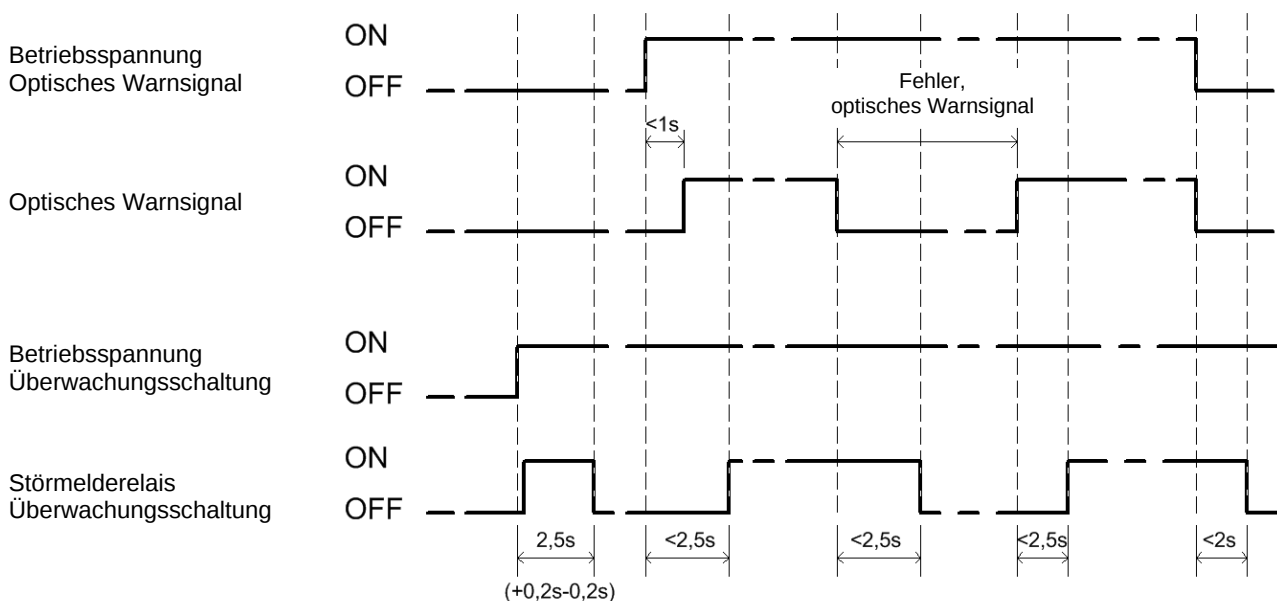

Abbildung 5 – Reaktionszeiten des Störmelderelais
Das erforderliche Steuer- und Leitsystem muss in der Lage sein, eine Fehleranalyse anhand des Störmeldeausgangs in Verbindung mit dem Betriebszustand der Blitzleuchte und der Überwachungsschaltung durchzuführen. Folgende Abhängigkeiten zwischen Betriebszustand und Störmeldeausgang sind dabei möglich. Bitte beachten Sie auch die möglichen Schaltzustände wie sie in der Abbildung 5 – Reaktionszeiten des Störmelderelais dargestellt sind.
- a) Ein Einschalten der Versorgungsspannung der Warnleuchte bei gleichzeitiger bestehender Versorgung der Überwachungsschaltung hat im fehlerfreien Zustand einen Wechsel der Relaiskontakte S1 und S2 zur Folge. Erfolgt der Wechsel nicht, so ist ein Fehler in der Warnleuchte, in der Überwachungsschaltung oder den Anschlussleitungen aufgetreten, siehe hierzu auch die zeitlichen Abhängigkeiten in Abbildung 5 – Reaktionszeiten des Störmelderelais. Dieses trifft ebenfalls auf das Ausschalten der Versorgungsspannungen der Warnleuchte und der Überwachungsschaltung zu.
Beide Teilsysteme, die Warnleuchte und die Überwachungsschaltung, haben getrennte Versorgungsanschlüsse. Damit ist eine Überprüfung der Funktion möglich und kann wie folgt ausgeführt werden (zeitliche Abhängigkeiten siehe Abbildung 5 – Reaktionszeiten des Störmelderelais):
Rückschlüsse, ob die Prozesssicherheitszeit eingehalten werden kann, können anhand des Funktions-Zeitdiagramms (Abbildung 5 – Reaktionszeiten des Störmelderelais) gewonnen werden. Hier sind die Reaktionszeiten für die Erzeugung des optischen Warnsignals und/oder des Schaltzustandes des Störmelderelais in Abhängigkeit vom Einschaltzeitpunkt der Betriebsspannungen dargestellt.